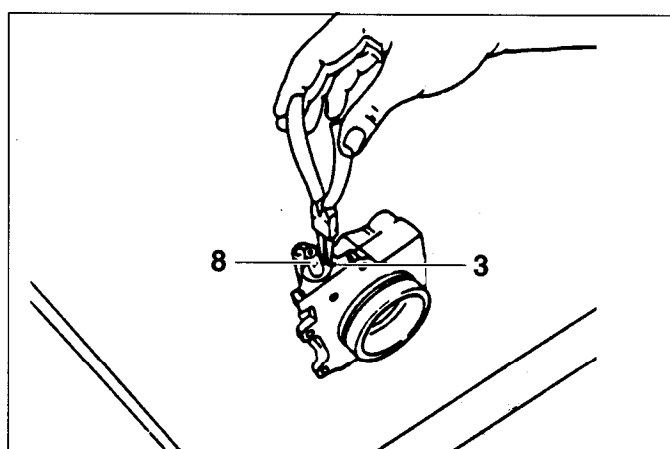
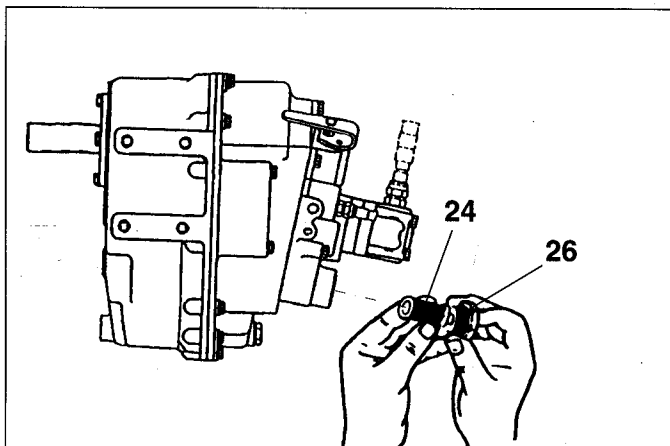

Fig. 8
Fig. 9
- 6) Togliere dalla sede l'anello elastico (3) ed estrarre l'albero distributore (8) e la valvola (9) (Fig. 8).
- 7) Togliere i cuscinetti a rulli (4) e (5) e l'anello OR (6) che in fase di montaggio dovrà essere sostituito.
- 8) Rovesciare il corpo distributore in modo da far fuoriuscire la molla (10) ed lo spessore (34).
- 9) Svitare dal corpo filtro il tappo (26) ed estrarre la cartuccia filtro (24) (che successivamente dovrà essere pulita) assieme alla guarnizione (Fig. 9).
- 10) Togliere dalla semicarcazza il tubo (44), asportare gli anelli OR (23) su di esso montato che in fase di montaggio dovranno essere sostituiti.
- 6) Remove retaining snap ring (3) and drive off selector valve spool (8) and distributor valve (9) (Fig. 8).
- 7) Remove race (5), needle bearing (4) and oil seal ring (6) which must be replaced during re-assembly.
- 8) Turn the distributor mounting upside down so that the spring (10) and the shim (34) fall out.
- 9) Unscrew the tap (26) from the filter casing and extract the filter screen (24) (which must also be cleaned) with sealing washer (Fig. 9).
- 10) Remove oil suction pipe (44) from housing, replace then the oil seal rings (23) from gearbox housing, replace then with new ones during re-assembly operation.